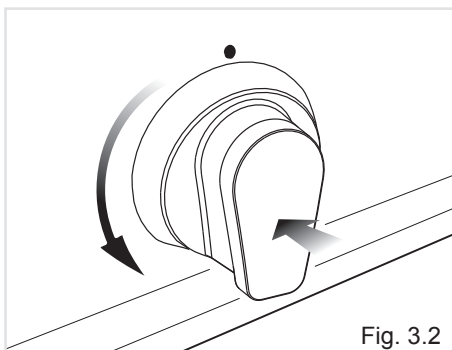

Fig. 3.2
1. Pour allumer le brûleur, appuyer sur la manette (fig. 3.2) et la faire tourner jusqu'à la position de débit maximum (grande flamme  ); puis continuer à appuyer sur la manette jusqu'à ce que l'allumage se fasse.